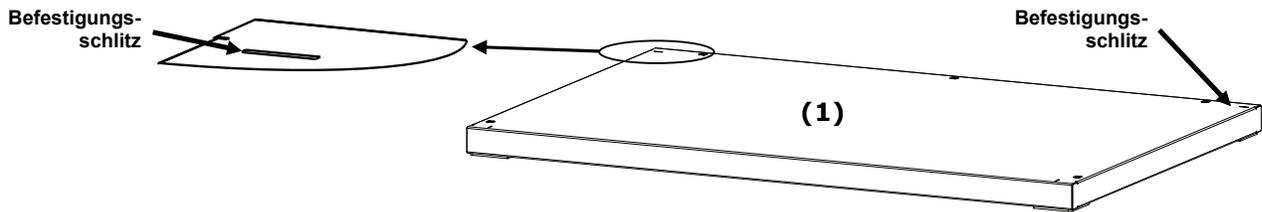

Abbildung 1. Bodenplatte
1. Legen Sie die Bodenplatte (1) auf eine saubere, glatte Oberfläche. Siehe auch Abbildung 1.